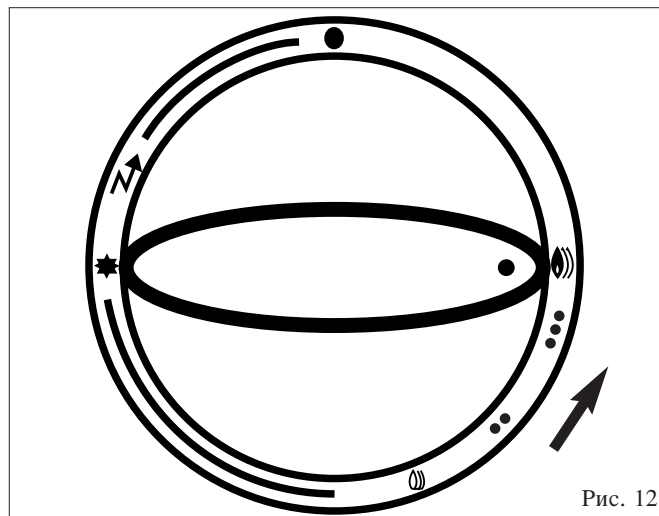

Рис. 12
- Когда запальная горелка воспламенится, подержать ручку несколько секунд в положении "★" для установления рабочего состояния термопары системы защиты, а затем перевести ручку (поворачивая её по-прежнему в направлении стрелки) в положение между метками "☺" и "☹" (Рис. 12).